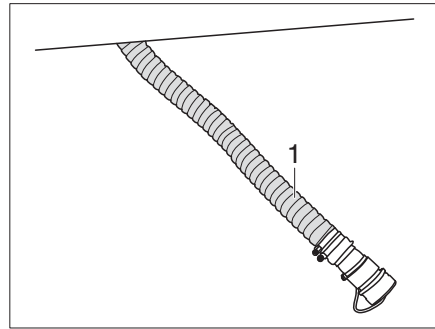

Fig. 302 Vaciar el cassette del aseo con vibrador
- Desenganchar el tubo flexible de vaciado (Fig. 302,1) situado debajo del vehículo e introducirlo en la estación de evacuación.
- Dejar el tubo flexible de vaciado (Fig. 302,1) en la estación de evacuación.
- Guardar el tubo flexible de vaciado (Fig. 302,1) debajo del vehículo.